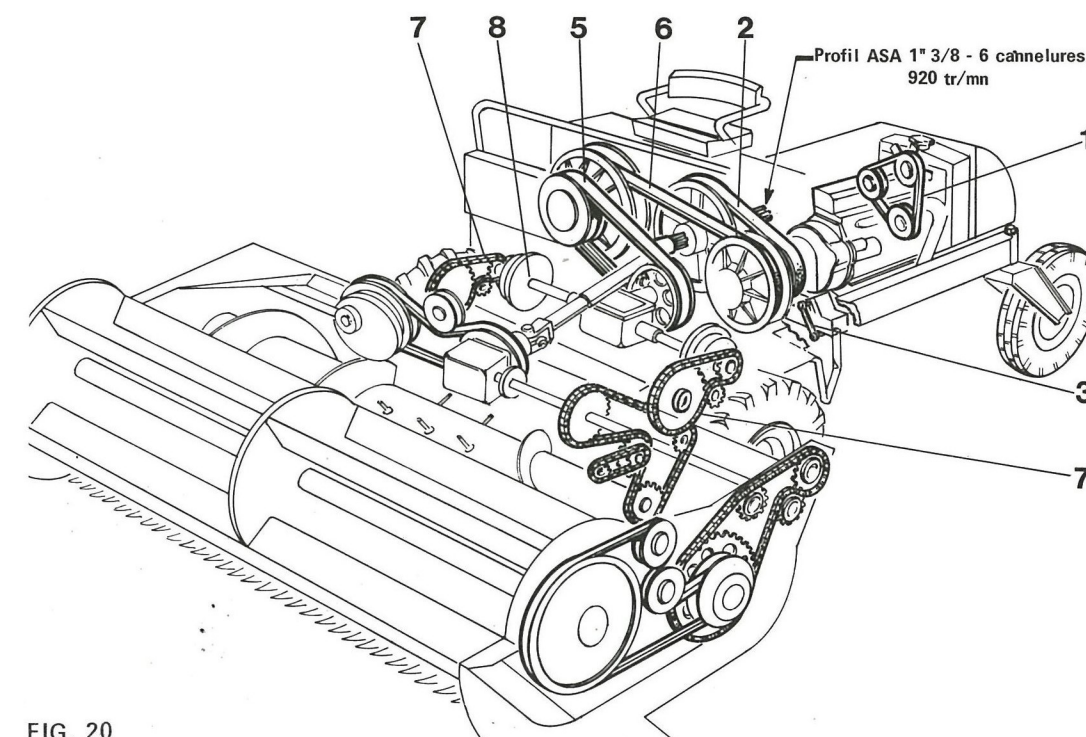

FIG. 20
Vérifier la tension de la courroie (1 - Fig. 20) du ventilateur.
- Vérifier la tension de la courroie "Powerband" (5 - Fig. 20) qui entraîne le boîtier central (voir Annexe 1).
- Vérifier la tension de la courroie (6 - Fig. 20) du variateur de traction afin de pouvoir toujours utiliser complètement la gamme de vitesses (voir Annexe 1).
- Contrôler la tension des chaînes (7 - Fig. 20) de réducteurs, cette opération est importante (voir Annexe 2).
- Contrôler le réglage des embrayages et des freins des groupes épicycloïdaux (8 Fig. 20) qui servent à diriger la machine (voir Annexe 3).
- contrôler la tension des chaînes des réducteurs latéraux (7 - Fig. 20) (voir annexe 2).
- sans embrayer la plateforme de coupe, démarrer le moteur et contrôler le fonctionnement du variateur de vitesse d'avancement (moteur au régime maxi.) Si besoin enlever l'oxydation des disques - s'assurer par ailleurs qu'en position "point mort" la courroie 6 - Fig.20 n'est pas entraînée (voir annexe 5).
- vérifier le serrage des vis de fixation du moteur en particulier la biellette de réaction du moteur 3 - Fig. 20).
- contrôler la tension des courroies (voir fig. 20) en particulier celle du variateur de vitesse d'avancement (voir annexe 1)
- laisser l'embrayage de coupe libre : la courroie "powerband" 2 - Fig. 20 doit être détendue.
- tendre correctement les courroies sauf la courroie "powerband" de la commande de plateforme de coupe (2 - Fig. 20) qui doit rester débrayée.